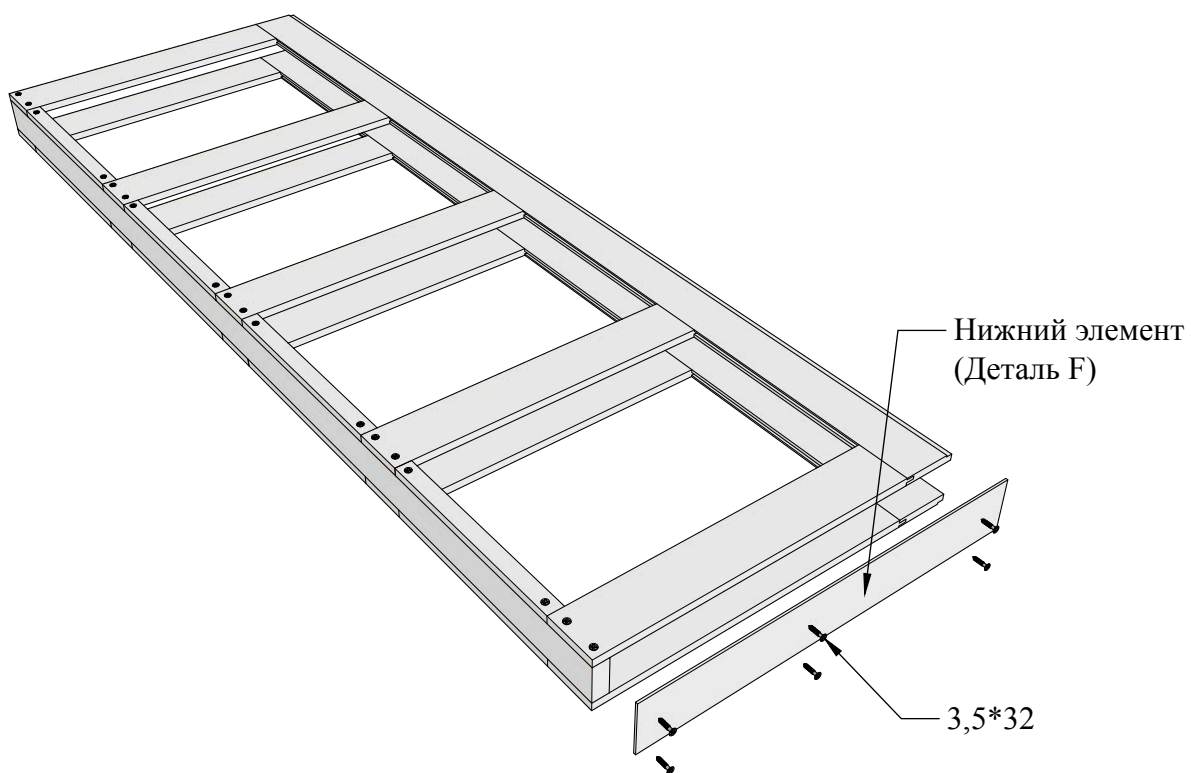

Рисунок 12
4.5 Установить нижний элемент (деталь F) и закрепить саморезами 3,5*32 (Рис. 12).